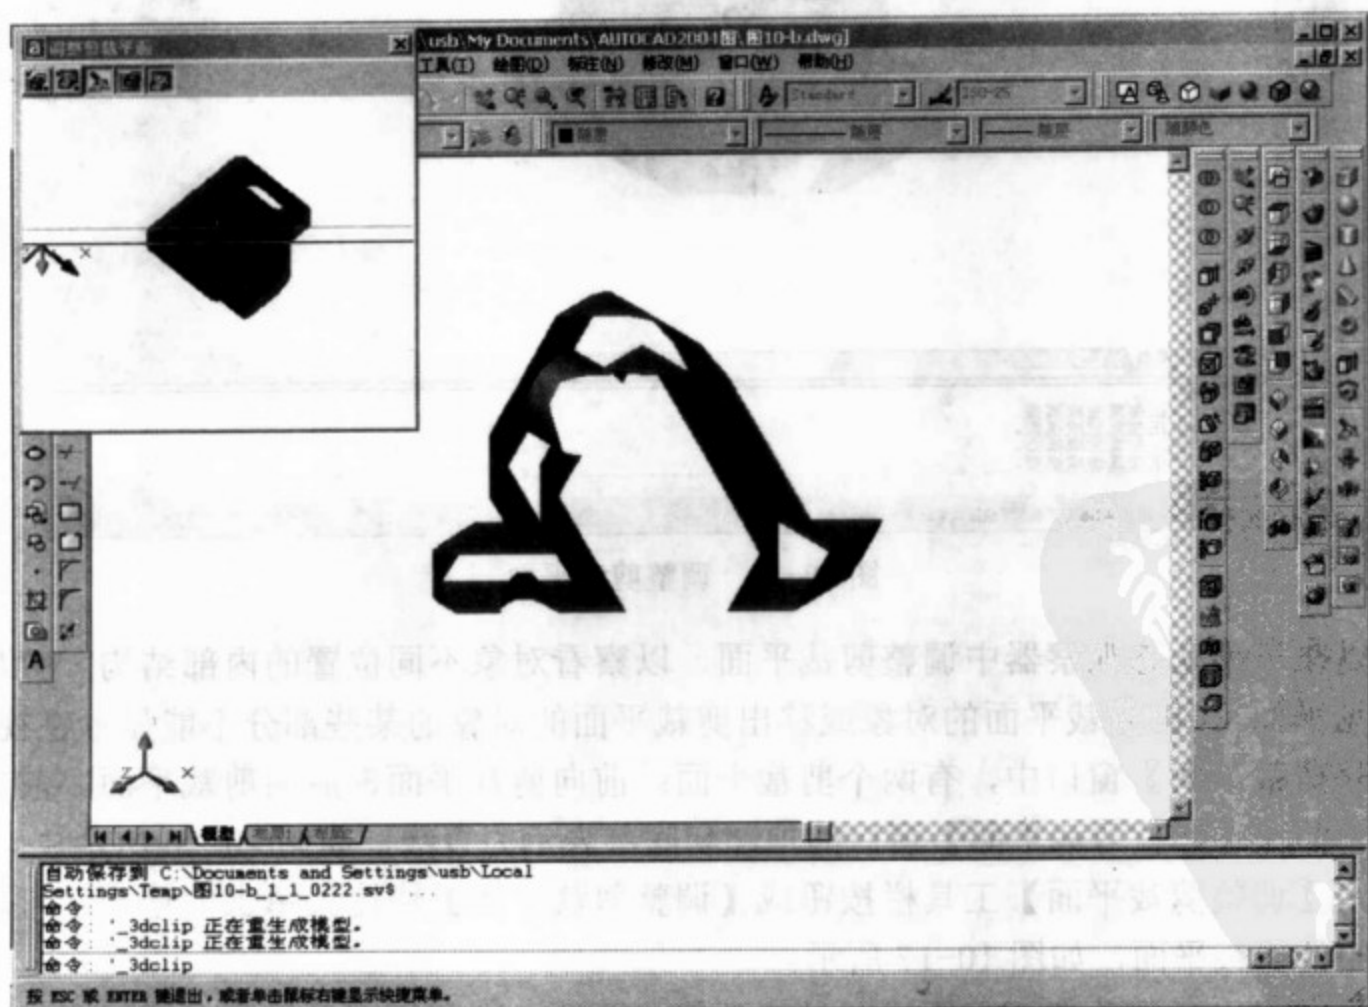

图 10-18 创建剖面
(3) 创建剖面 。获得“切片”的效果。单击该按钮，前、后剪裁面成为一个整体可同时移动，裁剪后的保留部分为前后剪裁面中间所夹部分，如图 10-18 所示。